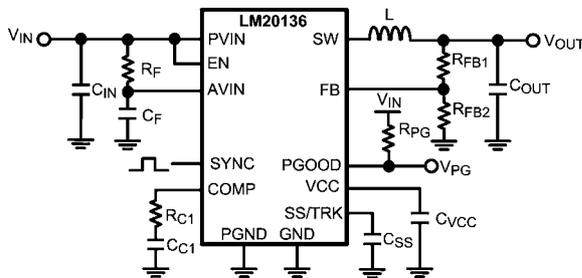

FIGURE 3. Typical Application Circuit
LM20136 は、できる限り少ない外付け部品で高効率な低電圧降圧レギュレータを実装するために必要なすべての機能を備えたスイッチング・レギュレータです。この使いやすいレギュレータは、2つのスイッチ素子を内蔵し、最大 6A の連続出力電流を供給できます。レギュレータは非線形スロープ補償によるピーク電流モード制御により、出力電圧範囲全体にわたり最適な安定性と過渡応答を実現します。ピーク電流モード制御は、入力電圧フィードフォワード、サイクルごとの電流制限、ループ補償が簡単という特長を原理的に備えています。内蔵発振回路は最大 1.5MHz までの周波数に同期可能で、最大 96% の効率を達成しながらインダクタ・サイズを最小化することができます。高精度な内部基準電圧により、出力を 0.8V という低電圧に設定できます。保護機能として、電流制限、サーマル・シャットダウン、オーバーボルテージ保護、シャットダウン機能を備えています。デバイスは放熱を助ける露出パッドを組み込んだ eTSSOP-16 パッケージで供給されます。5V または 3.3V バスから効率的に降圧する目的で、LM20136 は数多くのアプリケーションに適用可能です。LM20136 の一般的なアプリケーション回路は設計ガイドラインの Figure 3 に示しています。
ここでは、全機能を有する電源の構築に必要な外付け部品の選定方法を、段階を踏んで説明します。どのような DC-DC コンバータの設計であっても、効率、実装面積、性能が最適化のトレードオフになります。このセクションではこれらの設計条件について詳しく取り上げます。部品選定を簡易化するために、Figure 3 に示す回路を参考として使用します。特記のない限り、すべての式で単位は電流をアンペア (A)、容量をファラッド (F)、インダクタンスをヘンリー (H)、電圧をボルト (V) とします。
高周波ノイズのスパイクによって AVIN ピンおよび AGND ピンに接続された高感度のアナログ回路が妨害されることを防ぐため、PVIN と AVIN の間に高周波 RC フィルタが必要となります。これらの部品は Figure 3 に  $C_F$  および  $R_F$  として示されています。 $R_F$  に必要な値は 1Ω です。 $C_F$  は必ず使用してくださ